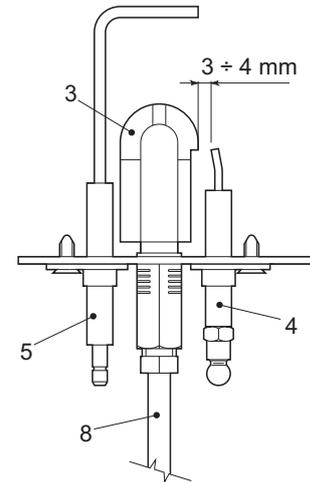

рис. 8 - Пилотная горелка
- Электроды не должны иметь нагара и быть правильно установленными (см. рис. 8).
Проверьте правильность позиционирования электродов и отсутствие на них отложений (см. рис. 8).
Отсутствие искры между электродами при розжиге.	Проверьте правильность позиционирования электродов и отсутствие на них отложений (см. рис. 8).